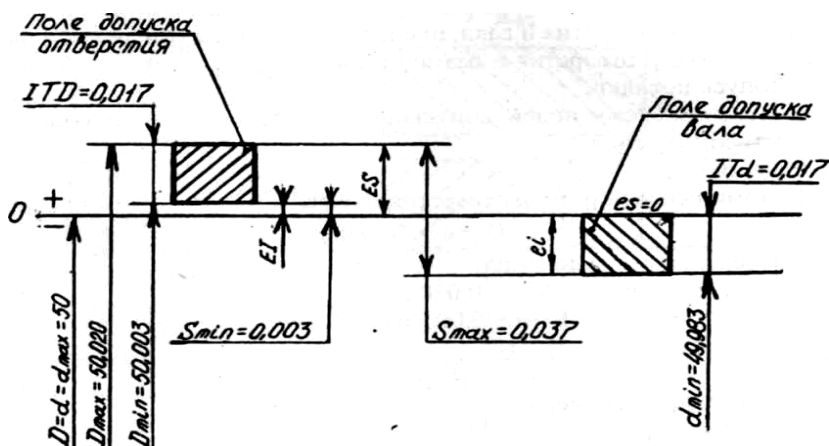

Рис. 4. Схема полей допусков.
5. Строим график полей допусков (рис. 4).